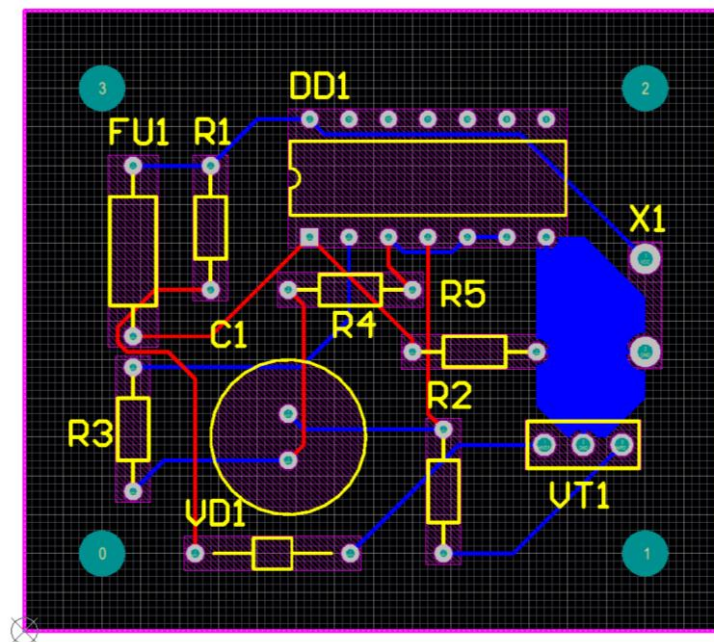

Рис. 5.22
10) Аналогічно до пунктів 8-9, повторіть операції з кожним колом поки друкована плата не буде розведена (Рис. 5.22).